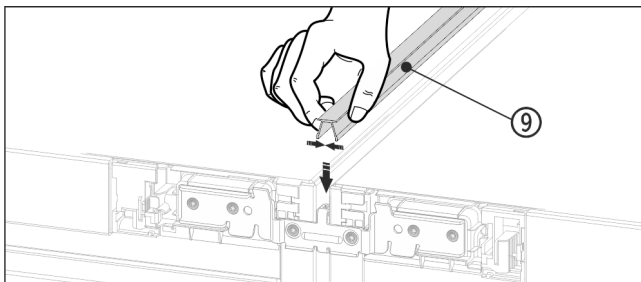

Fig. 25
- ▶ Auf der Oberseite die kurze Abdeckleiste Fig. 25 (9) in den horizontalen Spalt drücken.